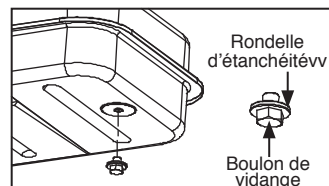

Figure 10. Boulon de vidange
2. Retirez le boulon de vidange (en bas, à l'arrière du réservoir à combustible) en vous servant d'une douille de $\frac{3}{4}$ po ou d'une clé à molette, et videz le réservoir. (Pour les modèles DFA135C/180CV/220CV uniquement.) (Voir Figure 10)
5. À l'aide de la douille de $\frac{3}{4}$ po ou de la clé à molette, remplacez le boulon de vidange sur le réservoir à combustible. (Pour les modèles DFA135C/180CV/220CV uniquement.) (Voir Figure 10)